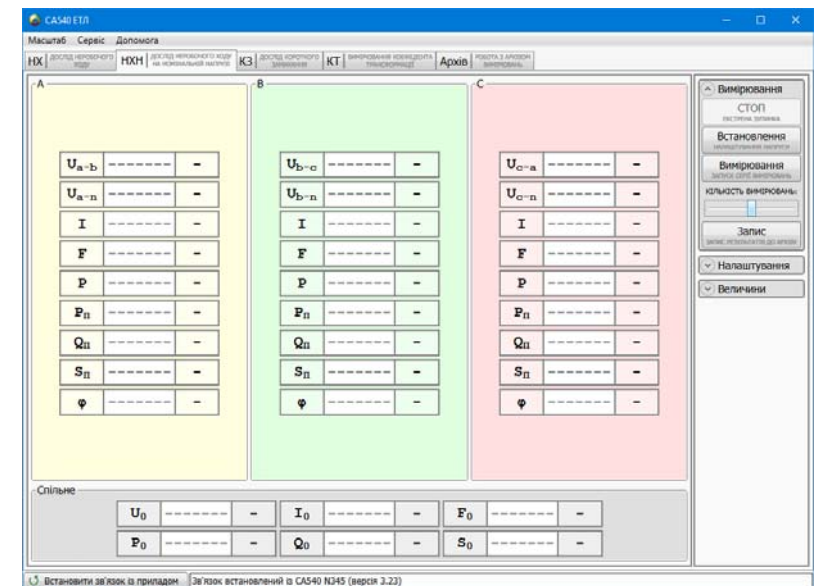

Рисунок 7.19
7) Встановити кількість фаз трансформатора, що перевіряється, для чого клацнути по кнопці в підрозділі "Кількість фаз" в полі "Налаштування" (рисунок 7.19) і з випадаючого списку вибрати, наприклад, "Три фази".